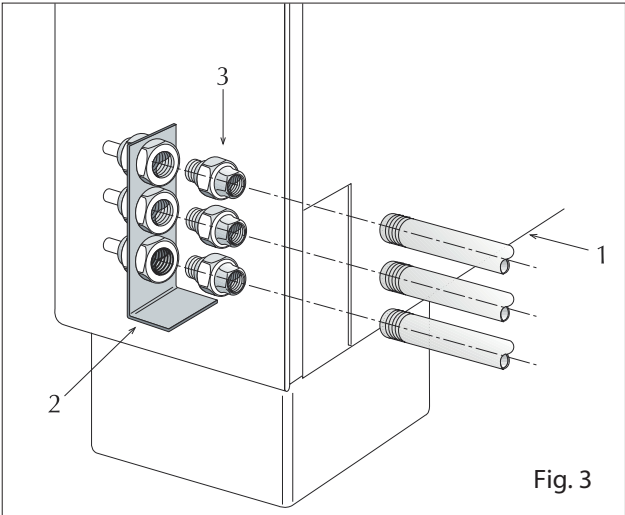
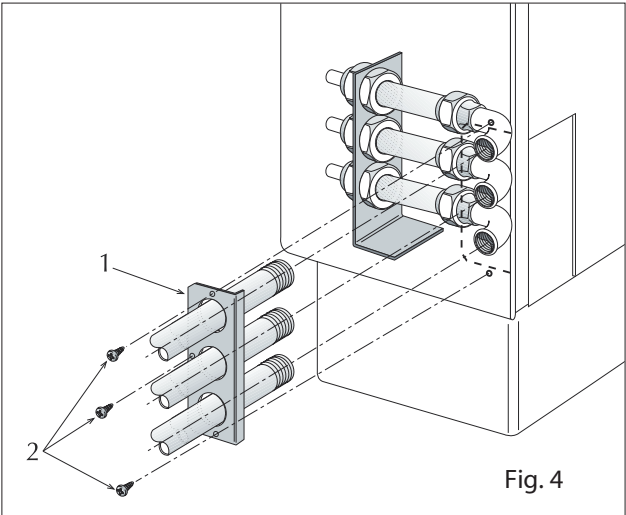

Fig. 3
Fig. 4
Isolera alltid vattenrören för att undvika kondensvattenudfällning. Beroende på behov, kan anslutningar utföras bakåt (Fig.3), eller åt höger (Fig.4).
När anslutningar görs bakåt, skall vattenrören passeras genom öppningen på aggregatets baksida (1) i Fig.3 till vinkeljärnet (2) Fig.3.
Drag fast anslutningarna med kopplingarna (3) i Fig.3
När anslutningarna görs genom aggregatets högra sida, skjut på stödplåten "L" (1) Fig4 på rören innan själva anslutningarna utföres. Efter det att arbetet med kopplingarna utförts, fixera stödplåten "L" (1) Fig.4 mot aggregatets hölje med hjälp av skruvarna (2) som tidigare har demonterats.